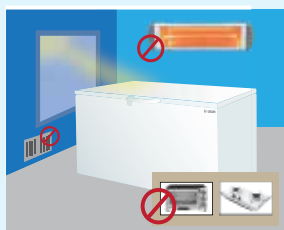

FIGURA 1
- Non mettere il vostro surgelatore in un luogo in cui prende luce solare diretta o cucina, riscaldamento, forno, piano cottura, e fonti di calore radiante ad infrarossi. In caso contrario, potrebbe causare una diminuzione delle prestazioni del prodotto, danneggiamento e la distruzione del vostro surgelatore. (Figura 1)